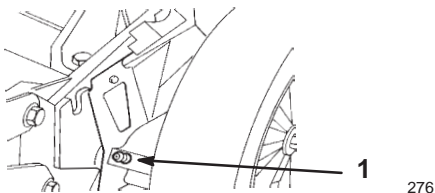

Figure 26
1. A l'aide d'un chiffon propre, essuyez les graisseurs des leviers de réglage de hauteur des roues arrière (Fig. 26).